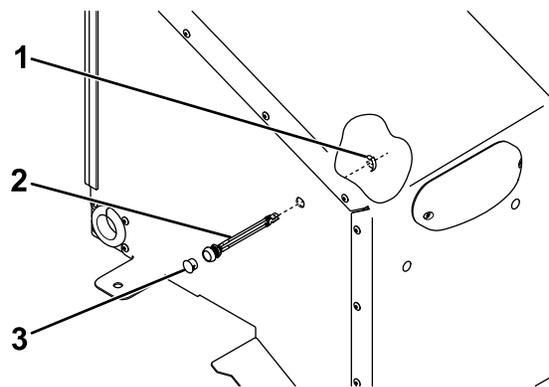

Figure 5
12. Déposez et mettez au rebut l'obturateur en face de la commande de vidage sur le capot arrière (Figure 5).
13. Insérez le bouton d'éclairage dans le trou et fixez-le en place avec un clip de retenue (Figure 5).